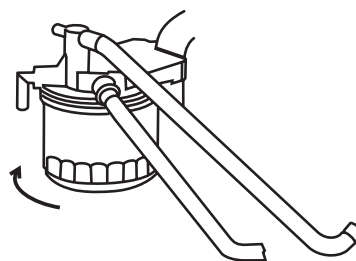

Figure 25. Retrait du filtre à carburant
- Remplacez le filtre à carburant du moteur (Figure 25) toutes les 500 heures. Pour les détails de cette opération, reportez-vous au manuel de votre moteur.